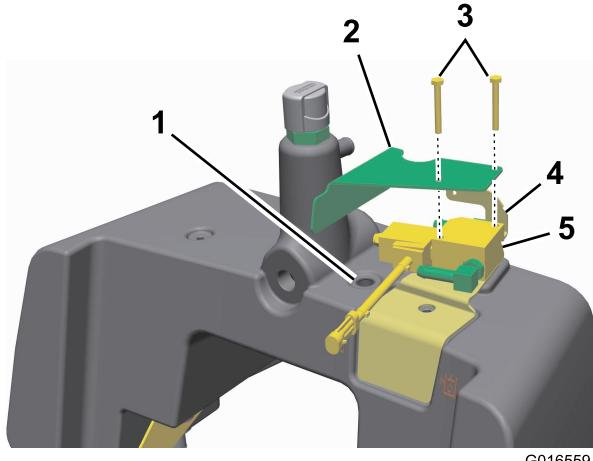

Figura 5
2. Raccordi idraulici a 90 gradi (2)
15. Installate il raccordo idraulico a 90 gradi bordato al serbatoio idraulico principale (Figura 5).